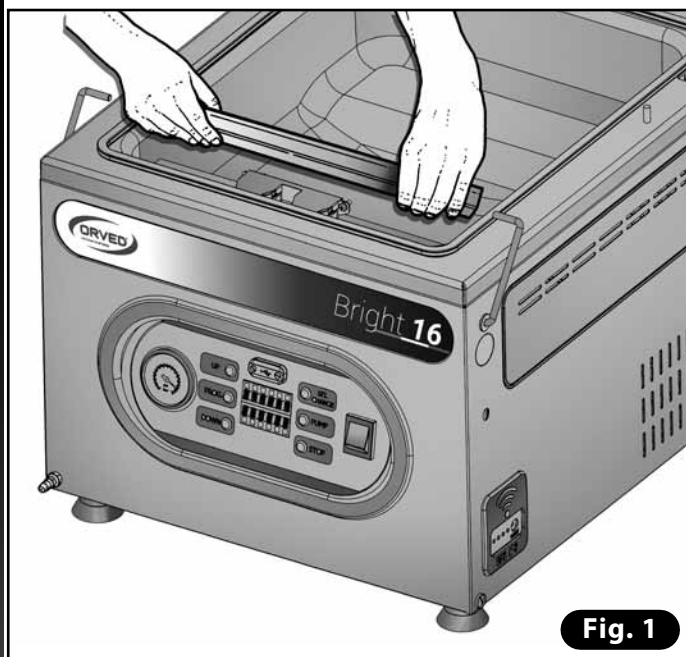

Fig. 1
1) Extraiga la barra soldadora levantándola horizontalmente por los dos extremos (**Fig. 1**).